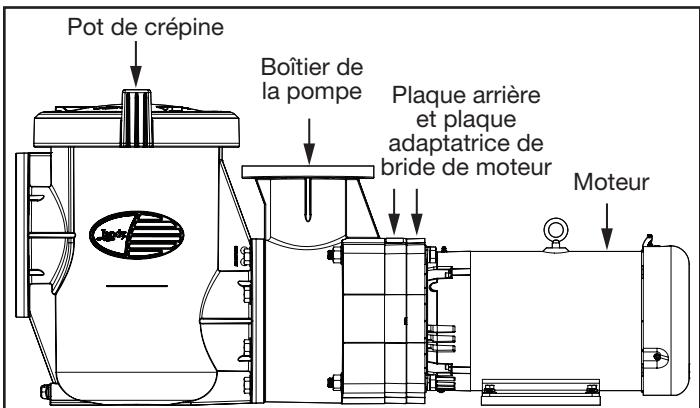

Figure 11. Pompe JCP avec ensemble pot de crêpine
5. À l'aide d'une clé de 15/16 po, desserrer les huit (8) vis hexagonales de 5/8 po fixant l'ensemble du pot de crêpine au corps de pompe / moteur. Voir les Figures 11 et 12.